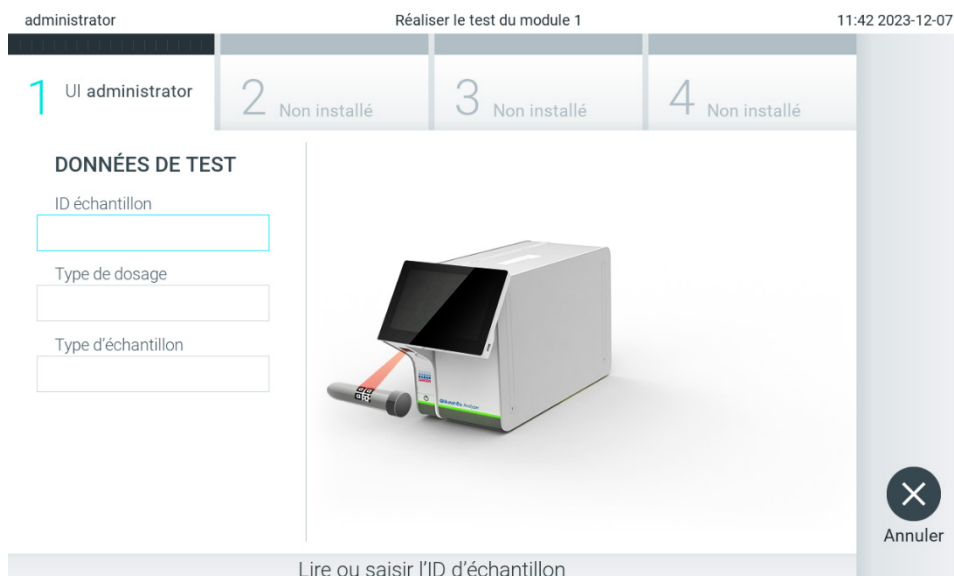

Figure 23. Lecture du code-barres de l'ID de l'échantillon
**Remarque :** si le contrôle externe (CE) est activé et qu'un test CE doit être effectué, un rappel est affiché pour effectuer le test avec un échantillon CE. Consultez la section 8 pour plus de détails.
2. Lorsque vous y êtes invité, scannez le code-barres de l'ID d'échantillon avec le lecteur de code-barres intégré au module opérationnel (figure 23).